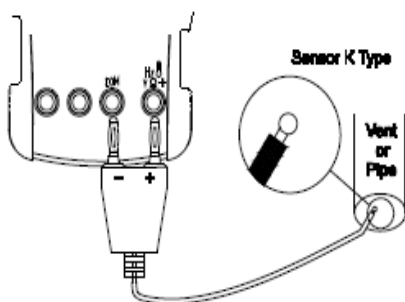

Рис.7.7
4. Датчик температуры К-типа поместить в измеряемую среду - труба водоснабжения или кран (рис.7.7).